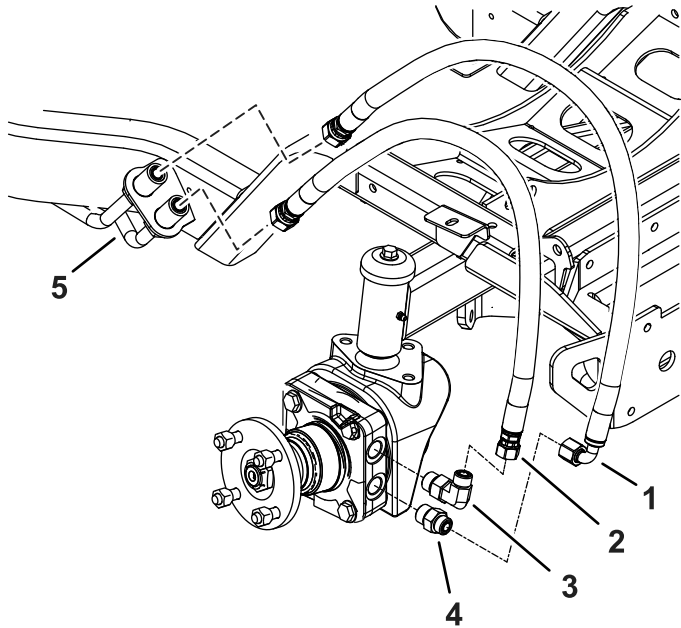

Figuur 10
1. Verwijder de bestaande hydraulische slangen van de hydraulische leidingen aan de voorkant van het wiel en monteer onmiddellijk de doppen op de hydraulische leidingen (Figuur 9 en Figuur 10).